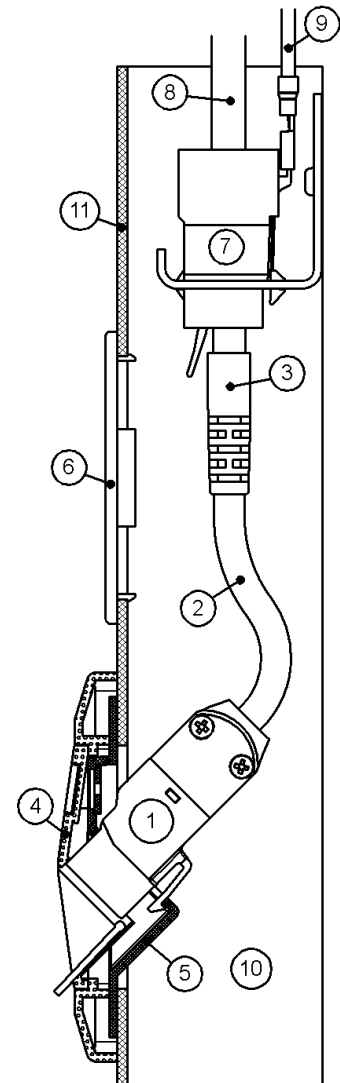

Fig. 2
Die nebenstehende Fig. 2 zeigt eine typische Einbausituation in einem Kabelkanal (10). Der Netzwerkisolator EN-65K (1) ist in eine auf die Kanalabdeckung (11) aufgesetzte, Keystone-kompatible Anschlussdose eingesetzt, die üblicherweise aus einem Tragrahmen (5) und einer Auslassblende (4) besteht. In das mit einem RJ45-Buchsenmodul (7) terminierte Ende des festverlegten Datenkabels (8) wird der RJ45-Stecker (3) des Netzwerkisolators eingesteckt. Bei einer Nachrüstung einer bestehenden Datenleitung mit einem Netzwerkisolator EN-65K, kann das bereits vorhandene RJ45-Buchsenmodul aus der Anschlussdose in den Kabelkanal (10) zurückgesetzt und für den Anschluss des Netzwerkisolators genutzt werden.